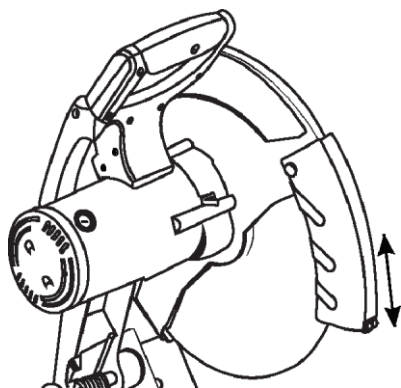

Fig 2
1. Soulevez le garde meule vers le haut d'environ 3 po, puis relâchez-le. (Figure 2) Si le garde meule fonctionne correctement, il tombera librement dans sa position d'origine.